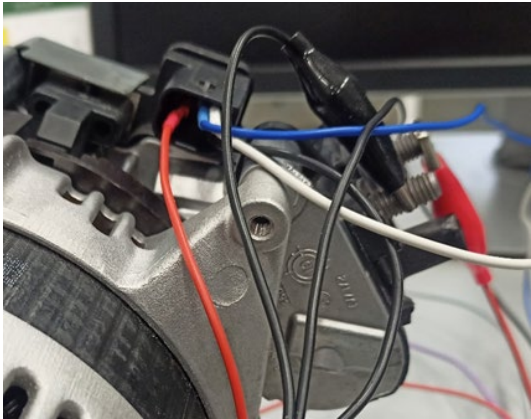

Рисунок 27. Подключение диагностического кабеля к контактам в разъёме
2.1. Подключите необходимые провода к терминалам в разъёме генератора см. рис. 27.